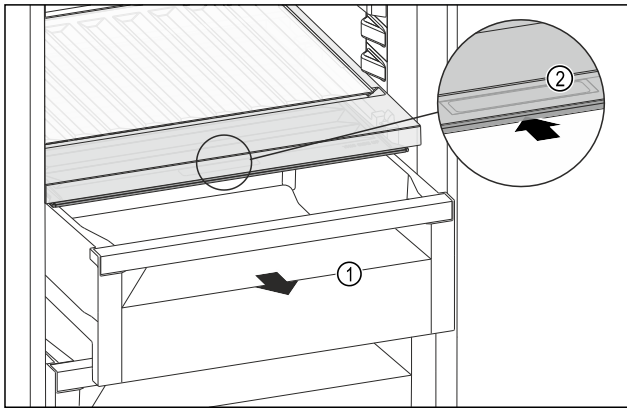

Fig. 150
- ▶ Schubfach Fig. 150 (1) herausziehen.
- ▶ Griffmulde Fig. 150 (2) am Fachdeckel anfassen und Fachdeckel gleichzeitig nach hinten schieben.